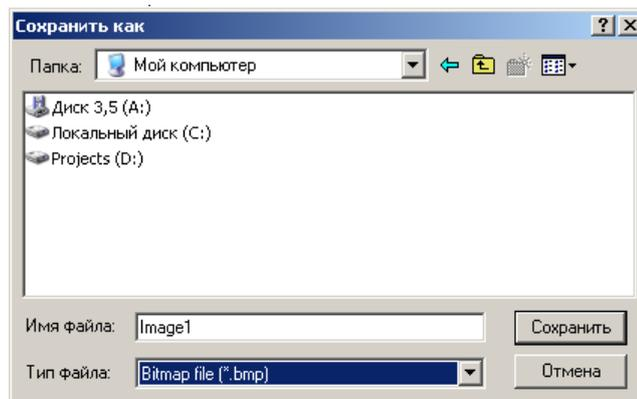

Рис. 5. Выбор места сохранения файла.
- 5.2. Затем выберите место для сохранения файла (Рис. 5)